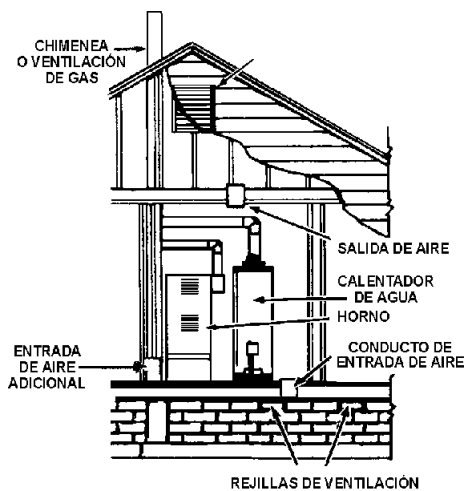

FIGURA 6.
1. Cuando se comunican directamente con el exterior, cada abertura debe tener un área libre mínima de 1 pulgada cuadrada por 4,000 Btu por hora ($5.5 \text{ cm}^2/\text{kW}$) del aporte total de todos los aparatos instalados en ese espacio (ver Figura 6).